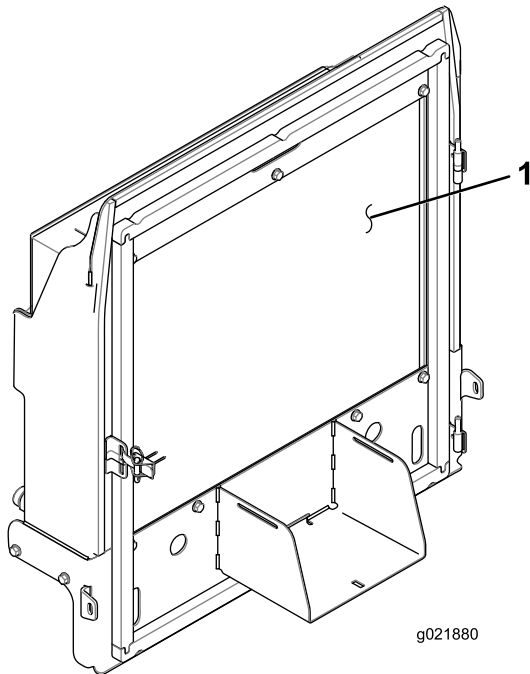

Figura 94
4. Limpe bem ambos os lados do radiador com ar comprimido (Figura 94).